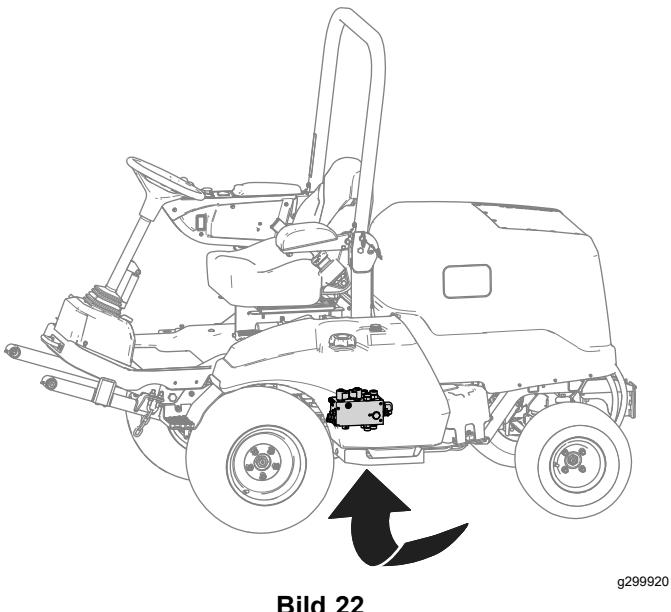

Bild 22
- Suchen Sie den Hubverteiler unter der Maschine (Bild 22).